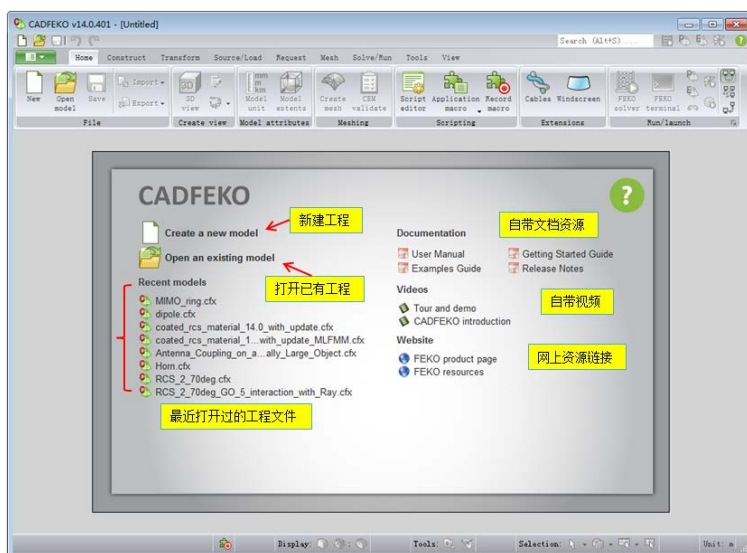
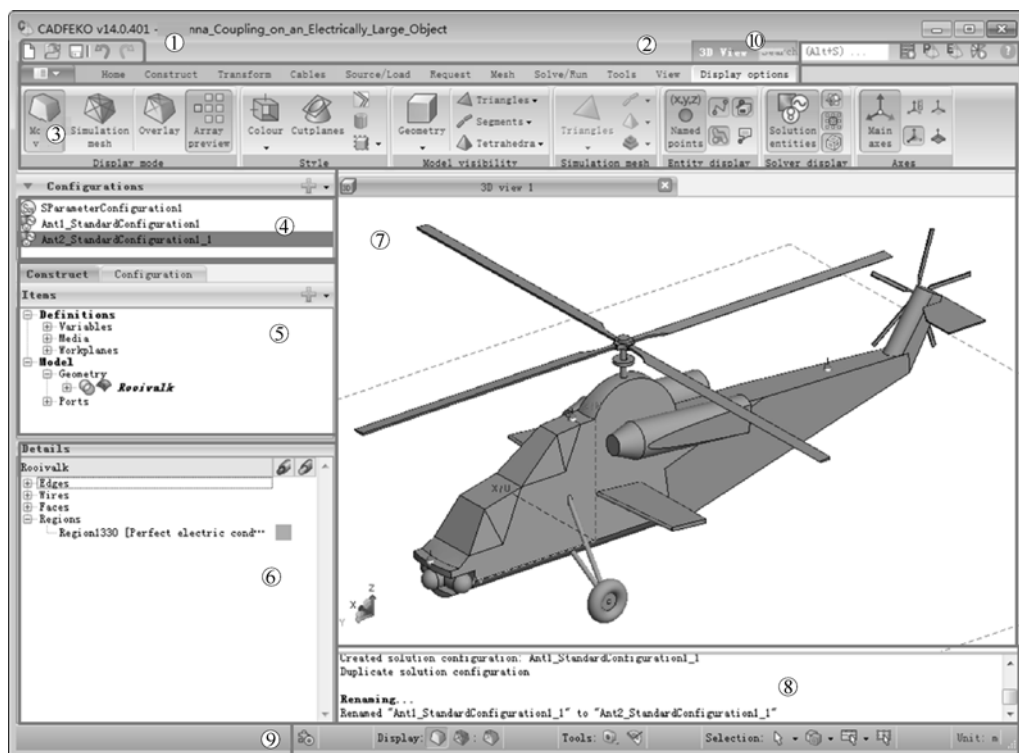

图 3-11 CADFEKO 启动界面
图 3-12 CADFEKO 主界面
以 Altair FEKO 14.0 为例，单击“开始”→“所有程序”→“Altair HyperWorks 14.0”→“FEKO 14.0”→“CADFEKO”命令，弹出 CADFEKO 启动界面，如图 3-11 所示。
在图 3-11 中，单击“Create a new model”或打开一个已有的工程，进入 CADFEKO 主界面，如图 3-12 所示。
在图 3-12 中包括了：①“工程文件管理快捷操作按钮集”；②“菜单栏”；③“工具